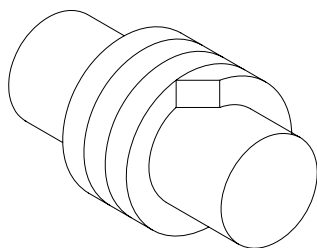

Figura 7.1
Antes de introducir la nueva empaquetadura comprobar el estado de la superficie del eje (05) y su caja estopera (36). El eje debe tener un acabado superficial pulido. Cortar los anillos a la longitud necesaria con un ángulo de 45° como indica la figura 7.1. Comprobar que los cortes coincidan sobre el eje. Abrir con cuidado los anillos (figura 7.2), para permitir el paso del eje, ubicándolos cada uno por separado. Introducir primero la unión y después empujarlos hasta el fondo.